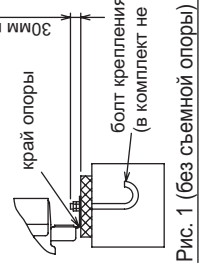

Рис. 1 (без съемной опоры)
- ① При групповой установке блоков обеспечьте достаточное пространство для циркуляции воздуха и для прохода между блоками.
- ② Как минимум две стороны должны быть полностью открыты.
- ③ Если препятствие (стена) высотой H, расположенное спереди, сзади или сбоку, превышает допустимое значение (см. чертеж) на величину h, то соответствующее расстояние, отмеченное в пункте ниже звездочкой, следует увеличить на h.
- ① Проверьте прочность основания, предусмотрите слив дренажа (при работе прибора на некоторых его элементах конденсируется влага), подключение фреоновых труб и кабелей.
- ② Установочные опоры должны прочно располагаться на основании (рис. 1 и 2).
- ③ Болты крепления должны выступать не более, чем на 30мм (рис. 1 и 2).